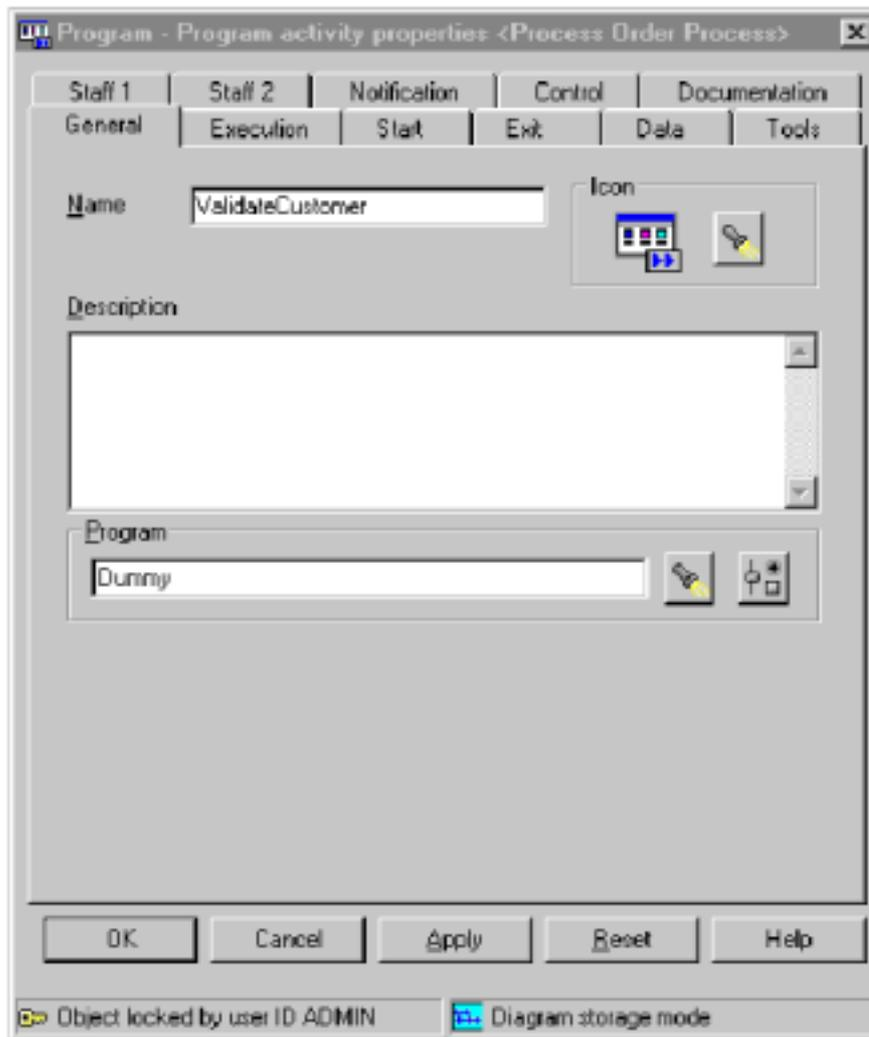

图 4-26 确认客户(ValidateCustomer)活动通用(General)标签
7. 从程序列表中选择**哑元(Dummy)**并单击**确认(OK)** 将出现类似图 4-26 所示的窗口。